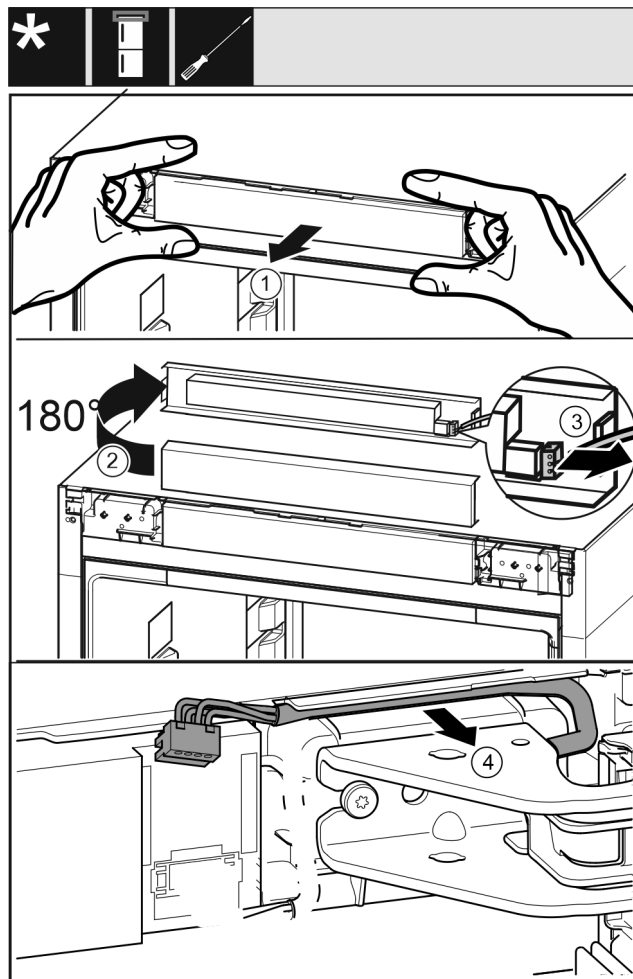

Fig. 21
- ▶ Осторожно снимите фальшпанель Fig. 21 (1) движением вперед.
- ▶ Поверните фальшпанель Fig. 21 (2) вверх на 180°.
- ▶ Прижмите защелку Fig. 21 (3) назад и осторожно извлеките штекер.
- ▶ Осторожно высвободите кабель Fig. 21 (4) над опорным кронштейном из направляющей.